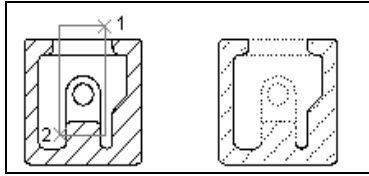

图 6-23 利用 Crossing Windows 选取实体
(2) **Crossing Windows**（相交窗口）。执行编辑命令后，用户应首先使光标位于待选实体的右侧，然后单击鼠标，并按住鼠标左键，向左侧拖动鼠标。在 **Crossing Windows**（相交窗口）选择窗内的任何实体，哪怕只捕捉到实体的一部分，都将是选择对象，然后确定位置，释放鼠标，图 6-23 所示为利用 **Crossing Windows** 选取的实体。